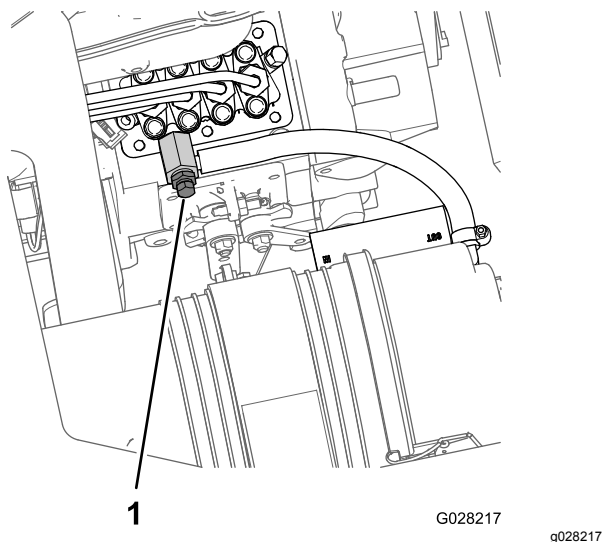

Figura 55
8. Allineate la bacinella di spurgo sotto la porzione di pompa di iniezione carburante del motore (Figura 55).
9. Aprite la vite di sfiato sulla pompa d'iniezione (Figura 55).
11. Lasciate la chiave in posizione On finché un flusso rettilineo di carburante fuoriesce attorno alla vite di spurgo (Figura 55).
12. Serrate la vite di spurgo (Figura 55) e girate la chiave sulla posizione Off.